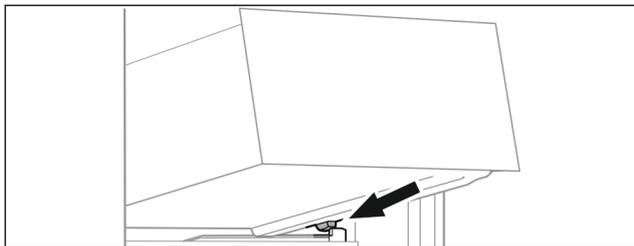

Fig. 34
- ▶ Placer le tiroir, en l'inclinant, derrière les butées sur la nervure de récipient. (voir Fig. 34)